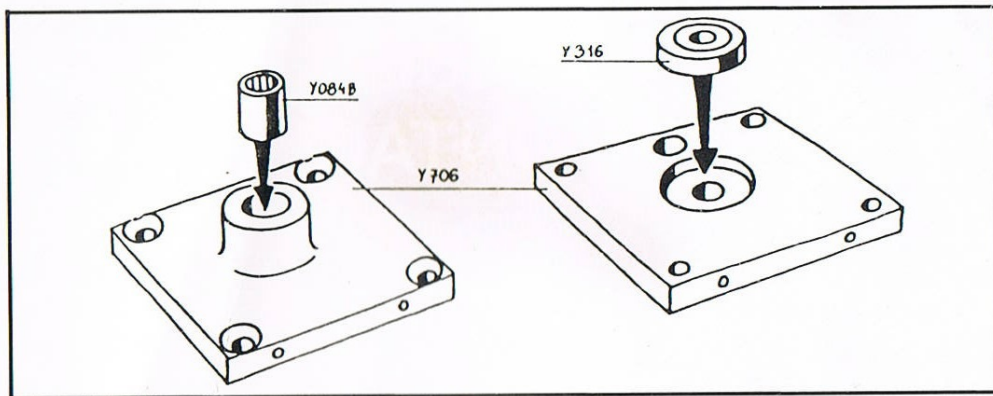

Fig. 1
- Mettre en place le roulement Y 316 et la douille à aiguilles Y 843 dans la plaque arrière Y 706 de la cellule avant (Fig. 1).
- 1) Remplir le corps de l'amortisseur avec de l'huile spéciale YANKEE. Pendant le remplissage le piston doit se trouver en bas (figure 1).